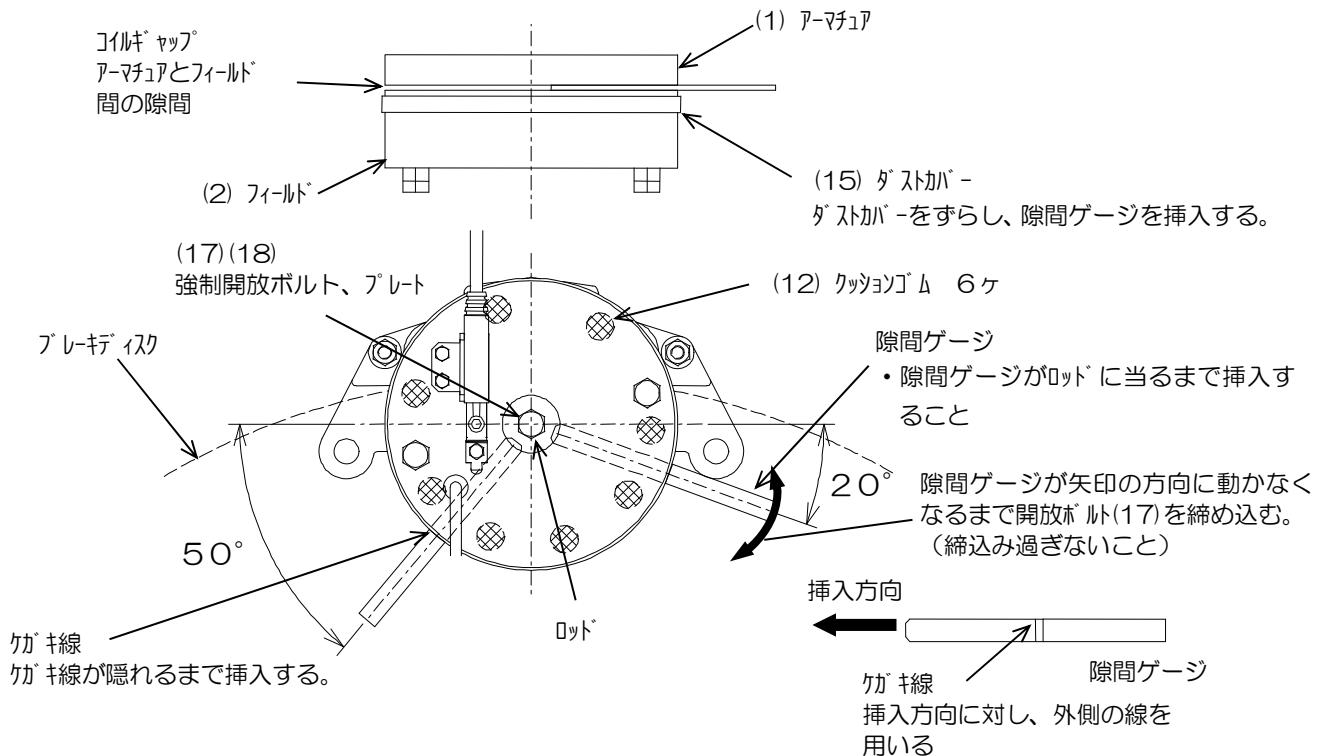
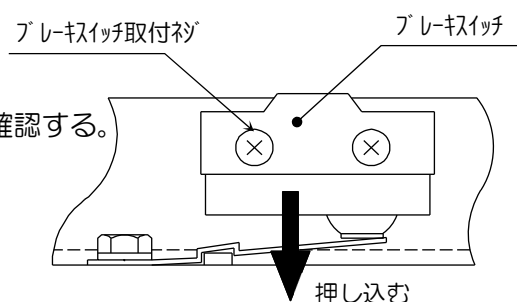

図6 隙間ゲージの挿入要領
図9 ブレーキスイッチ調整
①隙間ゲージ(巻上機付属品)を準備する。
②アーマチュア(1)とフィールド(2)の間に0.12tの隙間ゲージを挿入する。
- ・隙間ゲージ挿入要領 図6を参照のこと。(※2ヶ所から同時に挿入する。)
③強制開放ボルト(17)、プレート(18)を取付け、強制開放ボルト(17)を締め込む。
④ブレーキスイッチが動作していることを確認する。
- ・③を終えた状態で、スイッチが動作していることを確認する。
⑤強制開放ボルト(17)を緩める。
⑥アーマチュア(1)とフィールド(2)の間に0.1t×2枚(0.2mm)の隙間ゲージを挿入する。
- ・②と同じ要領で実施する。
- ①隙間ゲージ(巻上機付属品)を準備する。
- ②アーマチュア(1)とフィールド(2)の間に隙間ゲージを挿入する。
- ③強制開放ボルト(17)、開放プレート(18)を取付け、強制開放ボルト(17)を締め込む。
- ④ブレーキスイッチ取付ネジを緩める。(図9参照)
- ⑤ブレーキスイッチをゆっくり押しこむ。
- ⑥強制開放ボルト(17)を緩める。
- ⑦アーマチュア(1)とフィールド(2)の間に0.12tの隙間ゲージを挿入する。
- ⑧強制開放ボルト(17)を締め込む。
- ・③と同じ要領で実施する。
- ⑨ブレーキスイッチが動作していることを確認する。